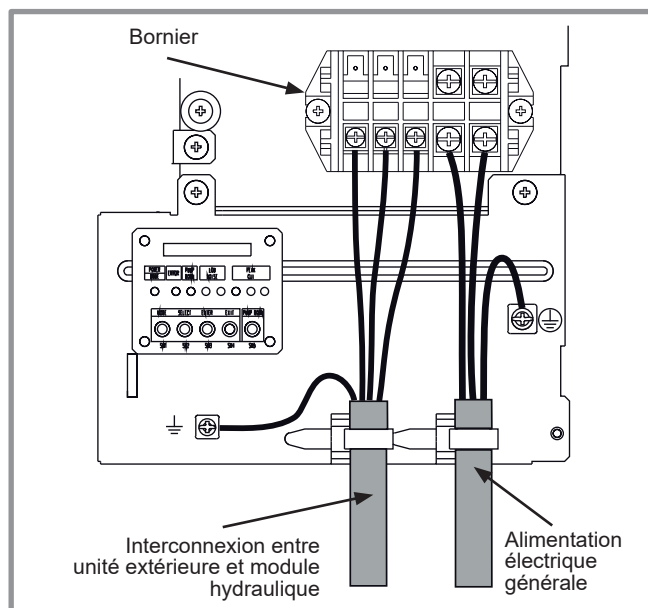

figure 34 - Connexions au bornier de l'unité extérieure
- Effectuer les raccordements suivant (figure 34).